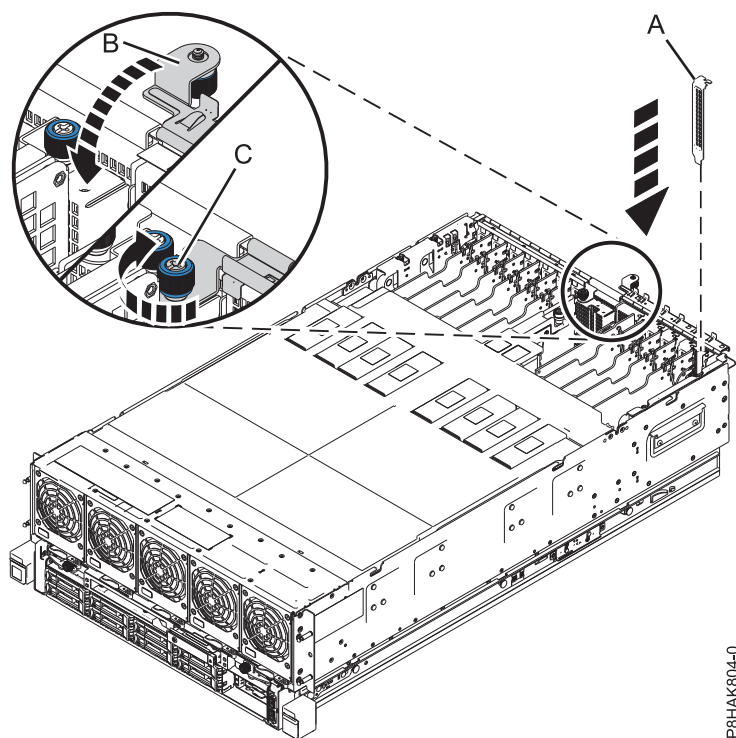

図 16. 8408-44E または 8408-E8E システムの PCIe アダプター・スロットへのフィラーの取り付け
- a. フィラーのテール・ストックを慎重につかみ、フィラーをシステム・バックプレーンにあるスロットとコネクタに位置合わせします (28 ページの図 16 の (A) を参照)。
- c. 入出力保持ブラケットを、システム (B) の方向に下方へ回転させて、閉じます。 28 ページの図 16を参照してください。
- d. 28 ページの図 16 に示すように、入出力保持ブラケットの拘束つまみねじを時計回りに回します (C)。